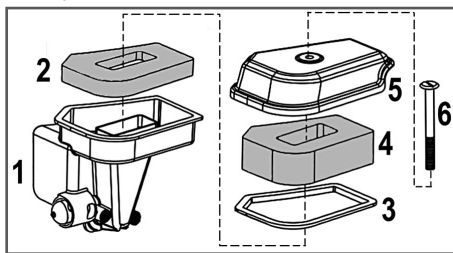

Рис. 9 Воздушный фильтр G110VK/1
1. Открутите винт крепления крышки воздушного фильтра (Рис. 9 п. 6) и снимите крышку воздушного фильтра (Рис. 9 п. 5).
2. Извлеките из крышки воздушного фильтра основной фильтрующий элемент (Рис. 9 п. 4).
3. Извлеките из корпуса воздушного фильтра (Рис. 9 п. 1) предварительный фильтрующий элемент (Рис. 9 п. 2).